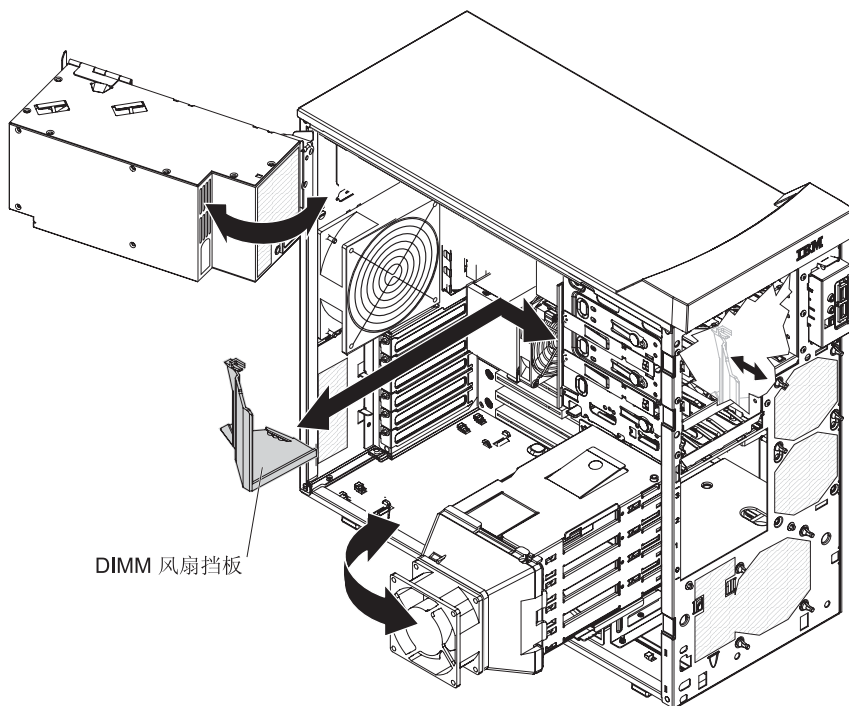

图 53. 安装 DIMM 风扇挡板
3. 将风扇挡板滑入机架前部的风扇挡板卡口，直至它锁定到位（请参阅图 53）。